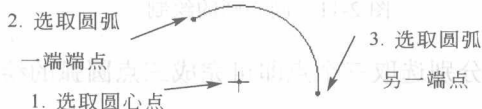

图 2-17 中心圆弧的绘制
(3) **中心圆弧的绘制** 点选按钮 ，先用鼠标左键选取圆心点，再选取圆弧上的两端点即可完成圆弧的绘制。如图 2-17 所示。